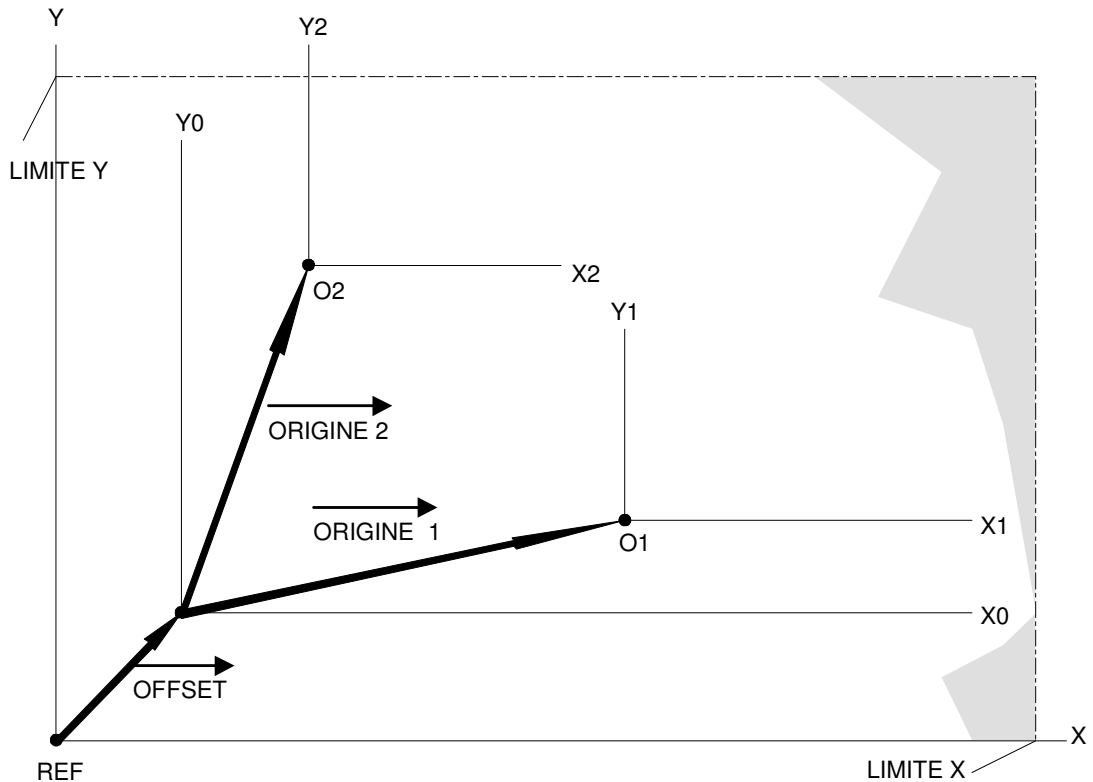

Figure 3-2 : Les référentiels UNIPROG+
- Le **référentiel de base** est obtenu à partir du point de référence par la translation OFFSET, voir Figure 3-2.
La signification de ce paramètre apparaît clairement dans la Figure 3-2. Il s'exprime naturellement dans l'unité de longueur.